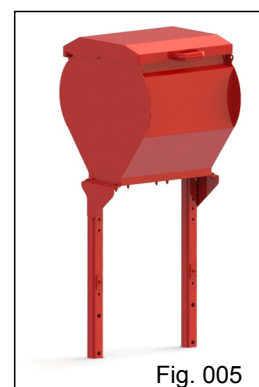

Fig. 005
- Configuração depósito em aço carbono (Fig. 005).